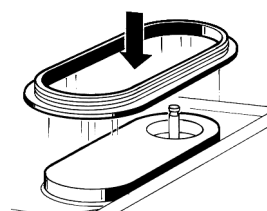

figure 7
- 4 Replacer le joint du réservoir sur l'évaporateur, en laissant la couronne plus épaisse en contact avec le plan égouttoir (voir figure 7).